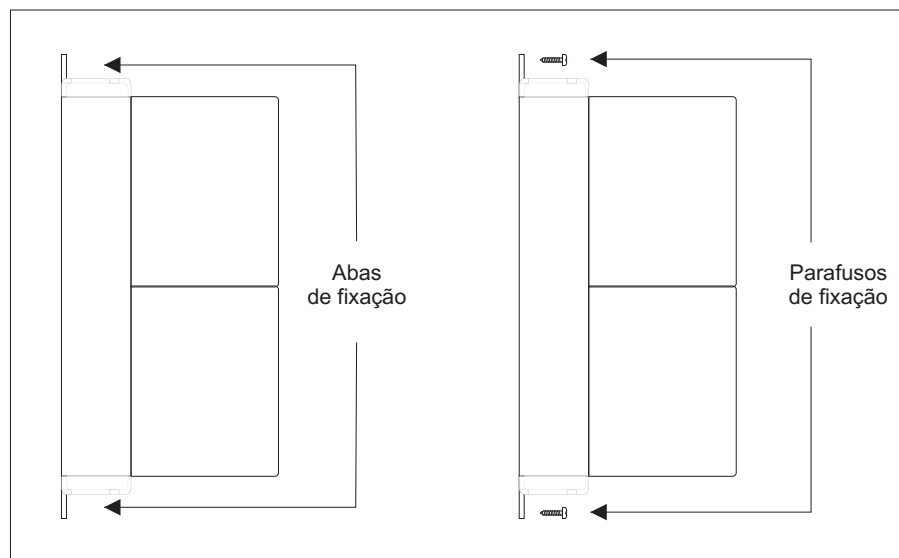

Figura 5
- Fixe o Semáforo na superfície escolhida através de 2 parafusos em cada aba de fixação (Figura 5);